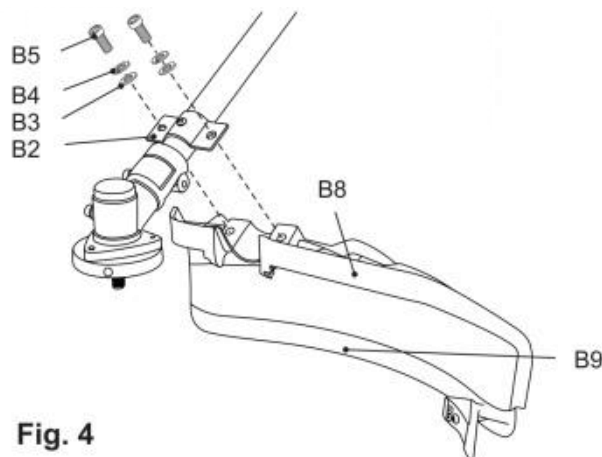

Fig. 4
15) Asegure la conexión con pernos (B5) , arandelas de resorte ((B4)) y arandelas (B3)) utilizando la herramienta (E4). (Fig.4).